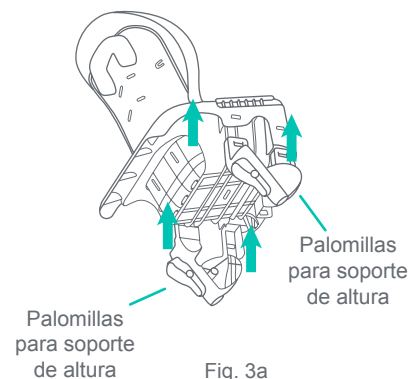
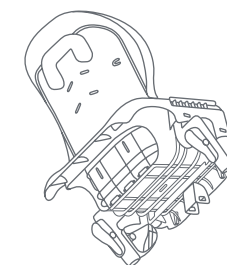

Fig. 3a
Fig. 3b
- 3) • Deslice las palomillas para soporte de altura de los lados izquierdo y derecho en la base del asiento (Fig. 3a). Coloque a presión las palomillas para soporte en su lugar (Fig. 3b).